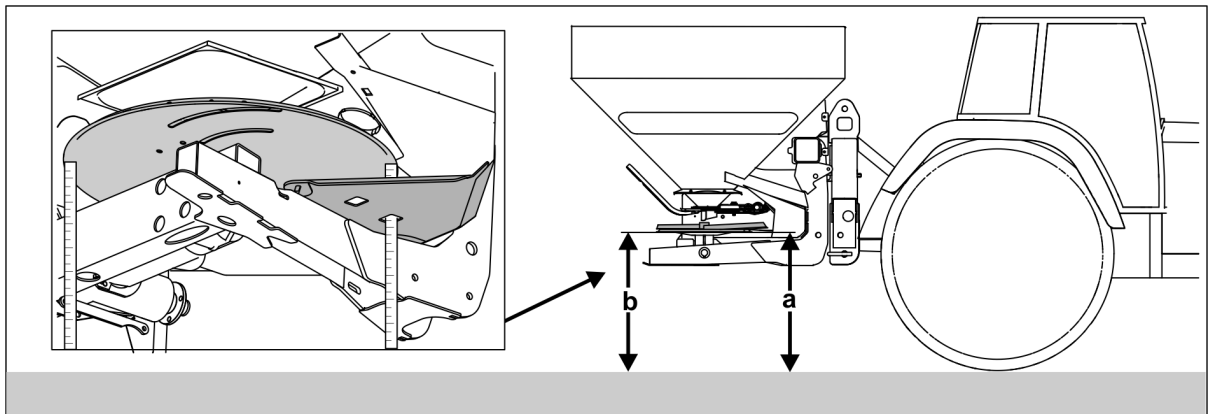

图 55
4. 用加载弹簧自动生效的保险掣子防止上连杆销 (图 55) 意外松脱。